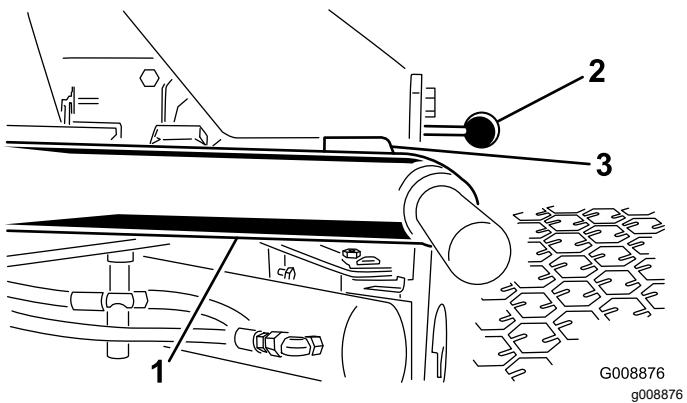

図 11
1. エンジンを始動し、昇降アームを上昇させて、各昇降アームとフロアプレートブラケットとの距離が、5-8 mm になっていることを確認する図 11。